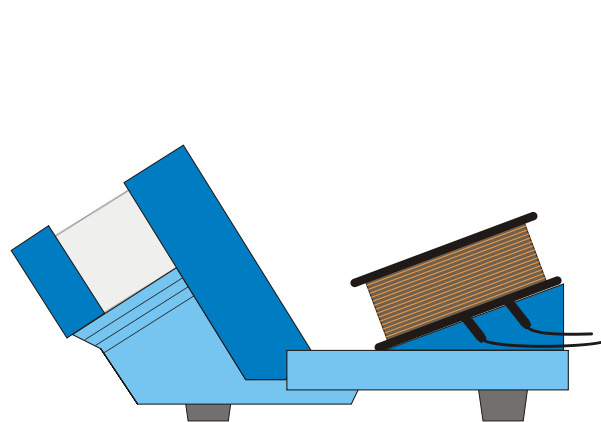

Fig. 3b Montaggio della bobina supplementare
- Collegare i cavi per esperimenti alla bobina (ved. Fig. 3b).